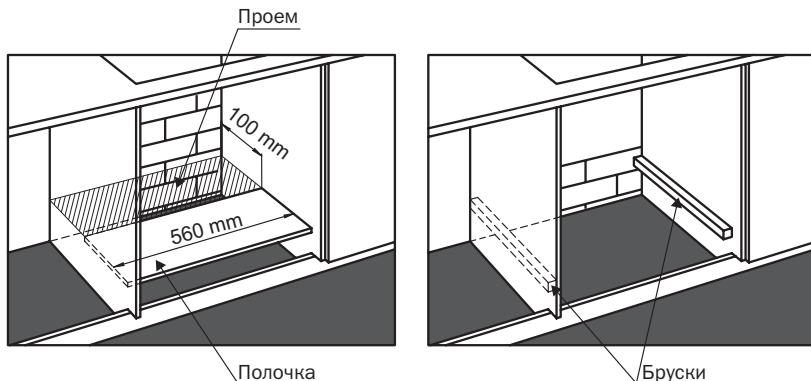

Рис. 6
- Перед установкой варочной поверхности обязательно воспользуйтесь уплотнительной резиновой полоской, для качественного соединения с поверхностью столешницы (Рис. 6)
- Если варочная поверхность устанавливается над встроенным духовым шкафом, важно, чтобы он был правильно установлен! При установке духового шкафа в мебельную нишу на сплошную (целую) полку – оставить заднюю стенку ниши максимально открытой. Для доступа воздуха в полке должен иметься проем (заштрихованная область) с размерами не менее 100×560 мм. То есть мебельную нишу нельзя «зашивать» полностью (Рис. 6).